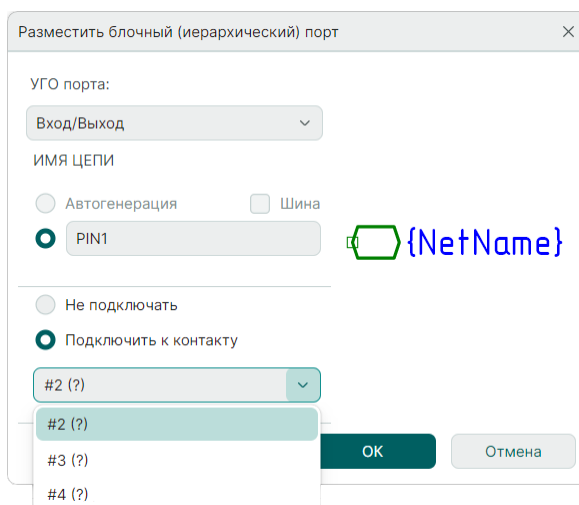

Рис. 276 Сопоставление блочного порта с выводом УГО блока
3. Сопоставьте блочный порт с выводом УГО блока. Данное действие доступно только в том случае, если для УГО блока были созданы выводы. Для сопоставления порта и вывода установите переключатель в положение «Подключить к контакту» и с помощью выпадающего списка выберите нужный вывод УГО блока, см. Рис. 276.